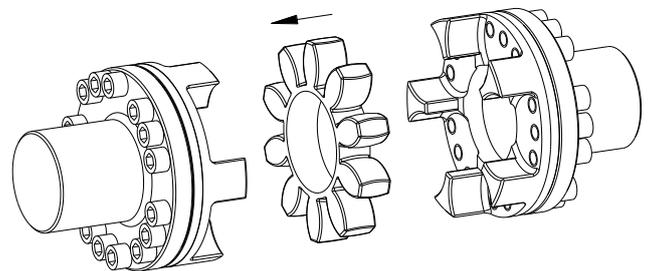

Bild 26: Montage des Zahnkranzes
- Setzen Sie den Zahnkranz in die Nockenpartie des an- oder abtriebsseitigen Mitnehmerflansches ein (siehe Bild 26).